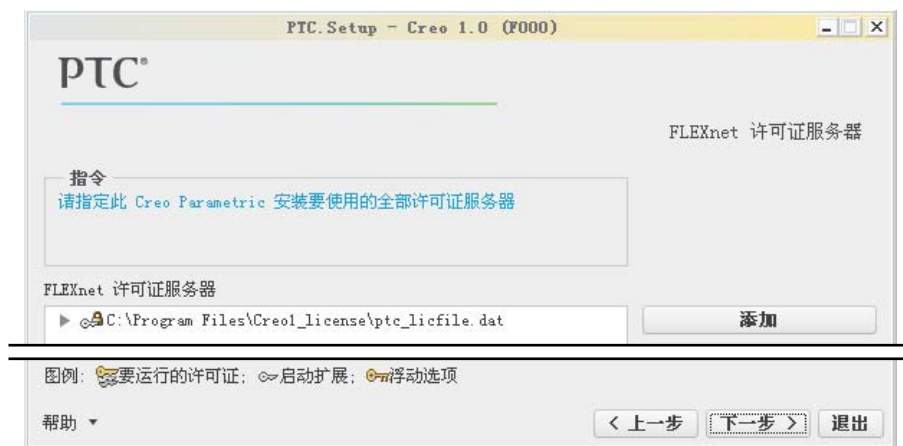

图 1.3.10 指定许可证服务器
Step3. 此时系统弹出图 1.3.10 所示的对话框, 采用系统默认设置值, 单击 **下一步 >** 按钮。